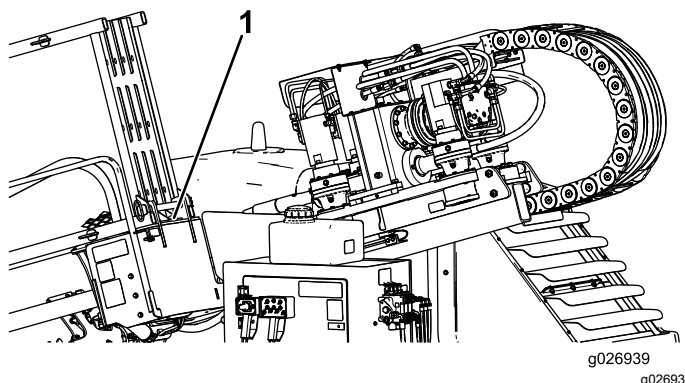

Figura 74
7. Guarde a trava do cilindro na traseira do porta-hastes (Figura 74).